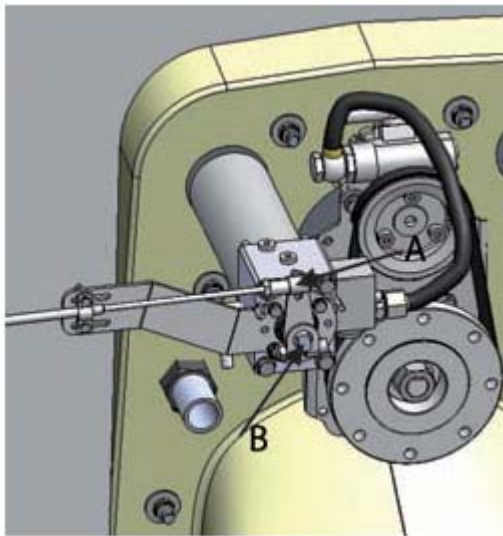

Figura 70. Smontaggio del cavo
1. Scollegare il cavo dalla leva di controllo del cilindro (figura 70, punto A).
2. Allentare il bullone di fissaggio della leva (figura 70, punto B), ma lasciare la leva sull'albero.
7. Collegare il cavo all'estremità della leva (figura 70, punto A).